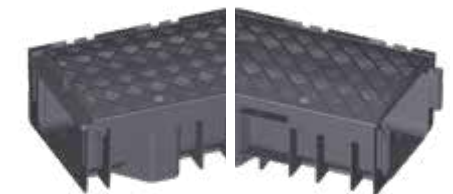

Abbildung 3: Winkelstück für 45°-Winkelement
- Richten Sie die Stoßkanten der Winkelstücke wie in Abbildung 3 bzw. Abbildung 4 zu erkennen ist, zueinander aus, um das benötigte Winkelement herzustellen.